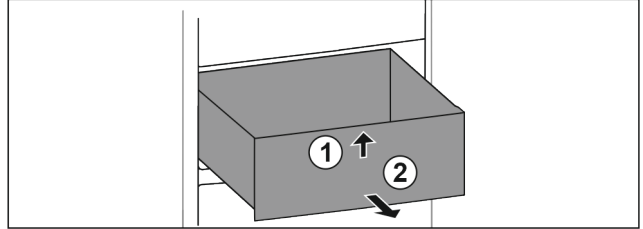

Fig. 66
- Çekmeceyi ön tarafından kaldırın. Fig. 66 (1)
- Çekmeceyi öne doğru çıkartın. Fig. 66 (2)